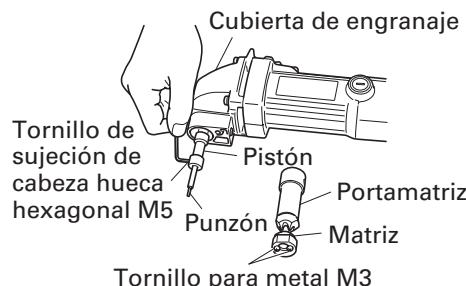

Fig. 8
para el montaje del portatroyel, también los tornillos para metal M3 empleados para el montaje del troquel (consulte la Fig. 4), y el tornillo de sujeción de cabeza hueca hexagonal M5, empleado para el montaje del punzón (consulte la Fig. 8). Tenga mucho cuidado porque si cualquiera de estos tornillos están flojos, no sólo mermará el rendimiento de corte, sino que también puede dañarse la máquina.
2. Reemplazo del punzón y el troquel (consulte la Fig. 8)